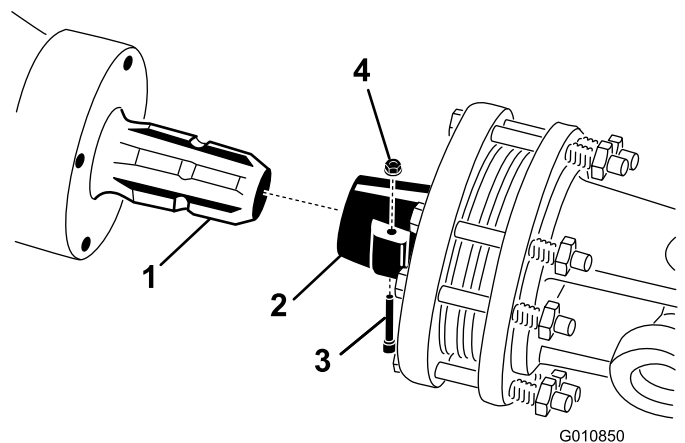

Figura 17
1. Togliete il perno e il dado dall'albero della presa di forza (Figura 17).
2. Collegate l'innesto dell'albero della presa di forza all'albero della trasmissione dell'arieggiatore per mezzo del perno e del dado precedentemente rimossi (Figura 17). Vi è un unico senso di inserimento del perno.